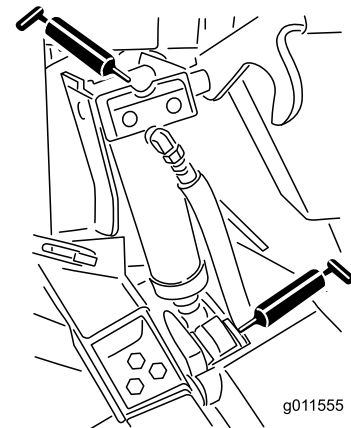

Figure 50
- 4 bagues de vérin de levage (Figure 50)